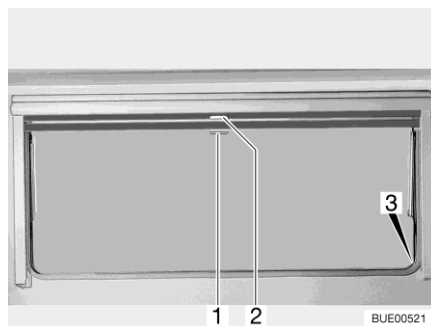

Bild 105 Överkantshängt fönster
- Drag ned mörklägningsrullgardinen med handtaget (Bild 105,2). När mörklägningsrullgardinen dras ned helt fäster man det man i spärrarna (Bild 105,3) på båda sidorna på fönsterkarmen.
- När mörkläggningsrullgardinen är helt neddragen: Tryck ned handtaget (Bild 105,2) och drag det något inåt. Nu kan man ta loss mörkläggningsrullgardinen ur spärrarna på båda sidorna av fönsterkarmen.
- När mörkläggningsrullgardinen inte är helt neddragen: Drag handtaget (Bild 105,2) lätt nedåt tills spärren släpper.
- Drag ner insektsnätet med handtaget (Bild 105,1) och fäst det i spärrarna (Bild 105,3) på båda sidorna av fönsterkarmen.
- Tryck ned handtaget (Bild 105,1) och drag det något inåt. Lossa insektsnätet ur spärrarna på båda sidorna av fönsterkarmen.